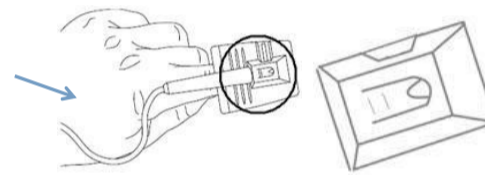
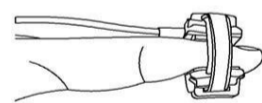

Figura 2 Sensore da dito in gomma
Figura 4 (A/B) Sensore di tipo Y su dito/pianta del piede
- Per il sensore SpO₂ da dito in gomma per adulti, inserire un dito (preferibilmente il dito indice, ma si possono utilizzare anche il medio o l'anulare, a condizione che le unghie siano della lunghezza appropriata) nel sensore secondo il simbolo sulla parte superiore del sensore, come mostrato nella Figura 2. Si prega di notare che il dito deve essere inserito abbastanza in profondità per far sì che la luce emessa dall'optosensore (da un lato del sensore di tipo Y) si trasmetta attraverso l'osso del dito per la dispersione della luce prima di raggiungere la parte ricevente del sensore di tipo Y.
- Il sensore SpO₂ Universale di Tipo Y con fascia in gomma può essere avvolto attorno un dito o alla pianta del piede (specialmente per le misurazioni su neonati). Questo sensore viene mostrato nella figura 2 nel suo stato aperto, la fascia di gomma può essere rimossa dal sensore di Tipo Y per la pulizia, il sistema di fissaggio della fascia può essere regolato per allineare il sensore e garantire una corretta aderenza. Posizionare il sensore a Y nella sua sede all'interno della fascia aperta prima di avvolgerla intorno al dito o alla pianta del piede. Quando viene utilizzato su un dito, inserire il dito all'interno della fascia in modo che si trovi tra i due lati del sensore di tipo Y, quindi avvolgere la fascia attorno al sensore come mostrato in Figura 4(A). Quando viene utilizzato sulla pianta del piede, posizionare la pianta all'interno della fascia, quindi avvolgerla attorno al piede e stringerla con la forza adeguata come mostrato in Figura 4(B); si raccomanda vivamente di utilizzare garza autoadesiva per assicurare il cavo del sensore in prossimità del sito di misurazione, in modo da evitare movimenti tra il sensore e l'area misurata e garantire una maggior qualità del segnale.